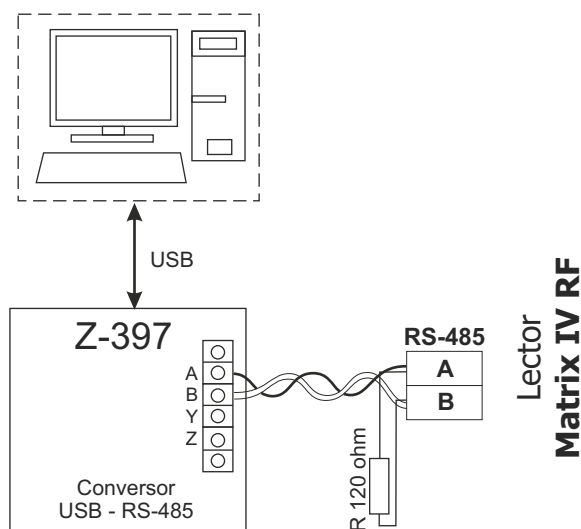

Figura 3. Conexión mediante RS-485
- Cuando se conecta a través de RS-485, un hilo del par trenzado se conectará a A y, el otro, a B (consulte la Figura 3).